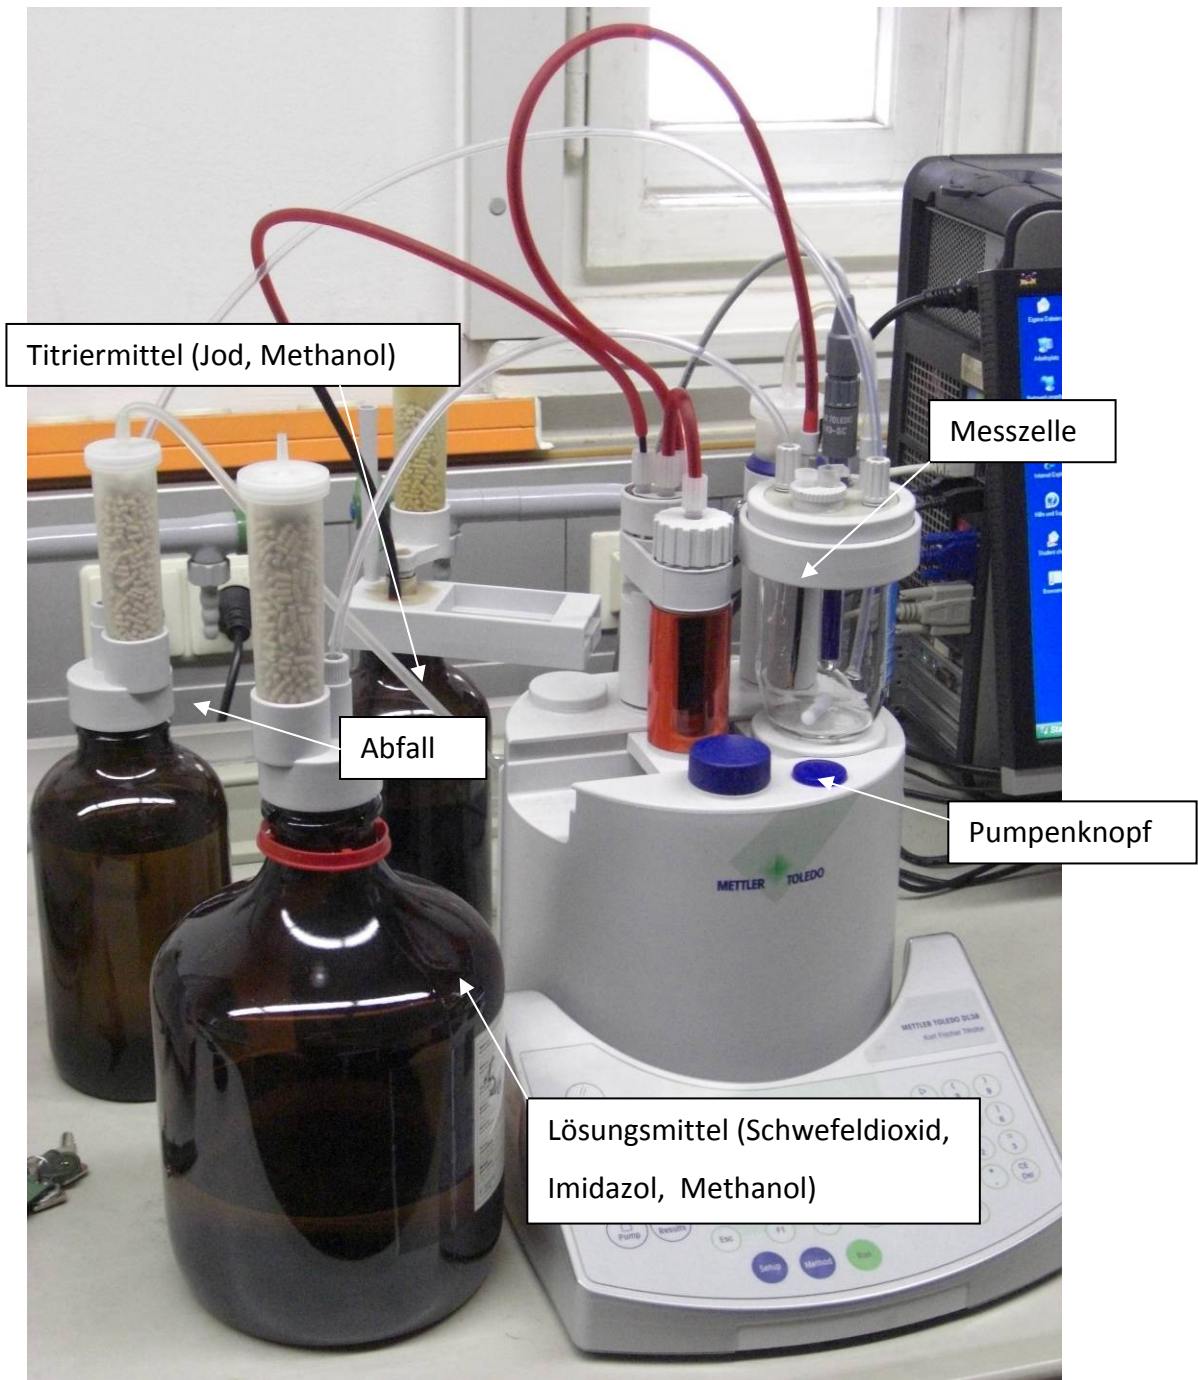

Abb. 4 Aufbau der Karl-Fischer Titration (Mettler Toledo DL38)
- Am Titrator den **Pumpenknopf** gedrückt halten (siehe Abb. 4) bis ein Volumen von **40 ml** erreicht ist